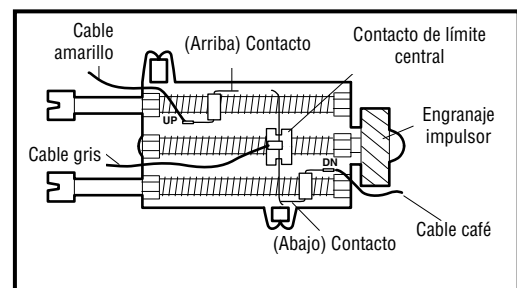

Figura 2
9. Coloque el nuevo interruptor de límites frente a usted como se ilustra en la Figura 2. El engranaje impulsor controla el movimiento del contacto de límite central hacia la izquierda (ARRIBA) o a la derecha (ABAJO). Gire el engranaje hasta que el contacto del límite central toque el contacto de ABAJO.